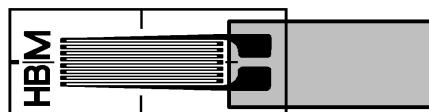

Fig. 5.3 Charnière sur jauge sans pattes de raccordement
- ▶ Pour les jauge sans pattes de raccordement, réalisez la charnière comme indiqué sur la *Fig. 5.3* (sans cosses relais supplémentaires).